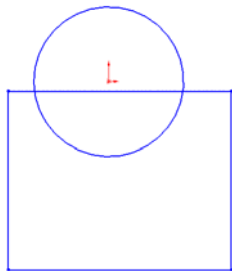

图 10-87 绘制草图
① 建立新文件。选择菜单栏中的“文件”→“新建”命令，或者单击“标准”工具栏中的“新建”图标，在弹出的“新建 solidworks 文件”对话框中选择“零件”图标，然后单击“确定”按钮，创建一个新的零件文件。
② 绘制草图。在左侧的“FeatureManger 设计树”中选择“前视基准面”作为绘图基准面，然后单击“草图”工具栏中的“圆”图标，绘制一个圆，将圆心落在原点上；单击“草图”工具栏中的“矩形”图标，绘制一个矩形，如图 10-87 所示。